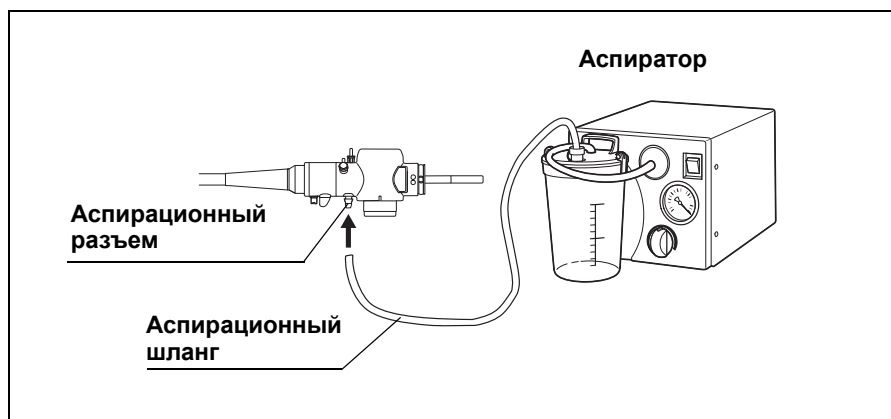

Рис. 3.18
10. Подключите аспирационный шланг аспиратора к аспирационному разъему на световодном разъеме эндоскопа (см. Рис. 3.18).